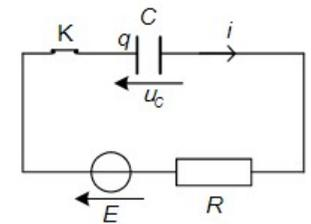

Figure 4
Nous allons nous intéresser au principe de fonctionnement de ce dispositif. Le peigne mobile et le cadre constituent un condensateur de capacité C . Il est branché aux bornes d'une pile de résistance interne R et de force électromotrice E . Le circuit est modélisé par le schéma de la figure 4.
La mise sous tension de l'accéléromètre revient à fermer l'interrupteur K du montage modélisant le dispositif représenté sur la figure 4.
1.5.2. En déduire, en régime permanent, la valeur de la charge q du condensateur définie sur la **figure 4**.